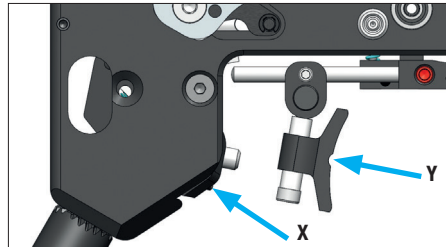

Abb. 9
3. Um den M-Abzug auszurichten drücken Sie leicht in Richtung X (Abb. 9) und lösen über das Zünglein einmal aus (Y). Der Abzug rutscht nach oben und ermöglicht nun das Einschrauben der zweiten Halteschraube.